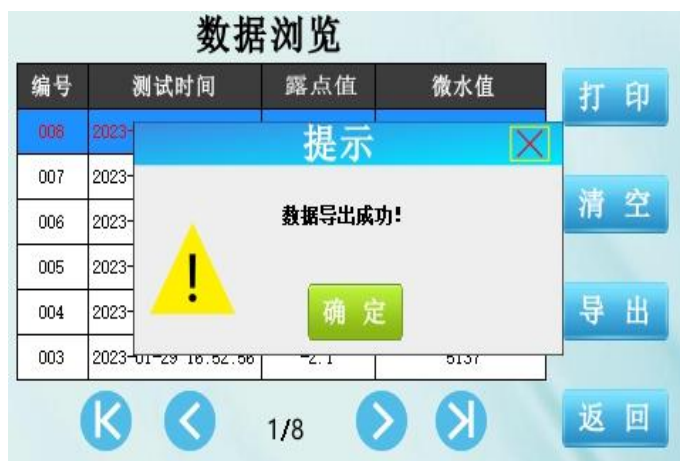

图 11 导出成功
(7) 导出：在数据浏览界面，插入 U 盘，点击“导出”按钮后，仪器将所有历史数据记录以 CSV 格式转存至 U 盘中，并提示导出成功，如图 11 所示。